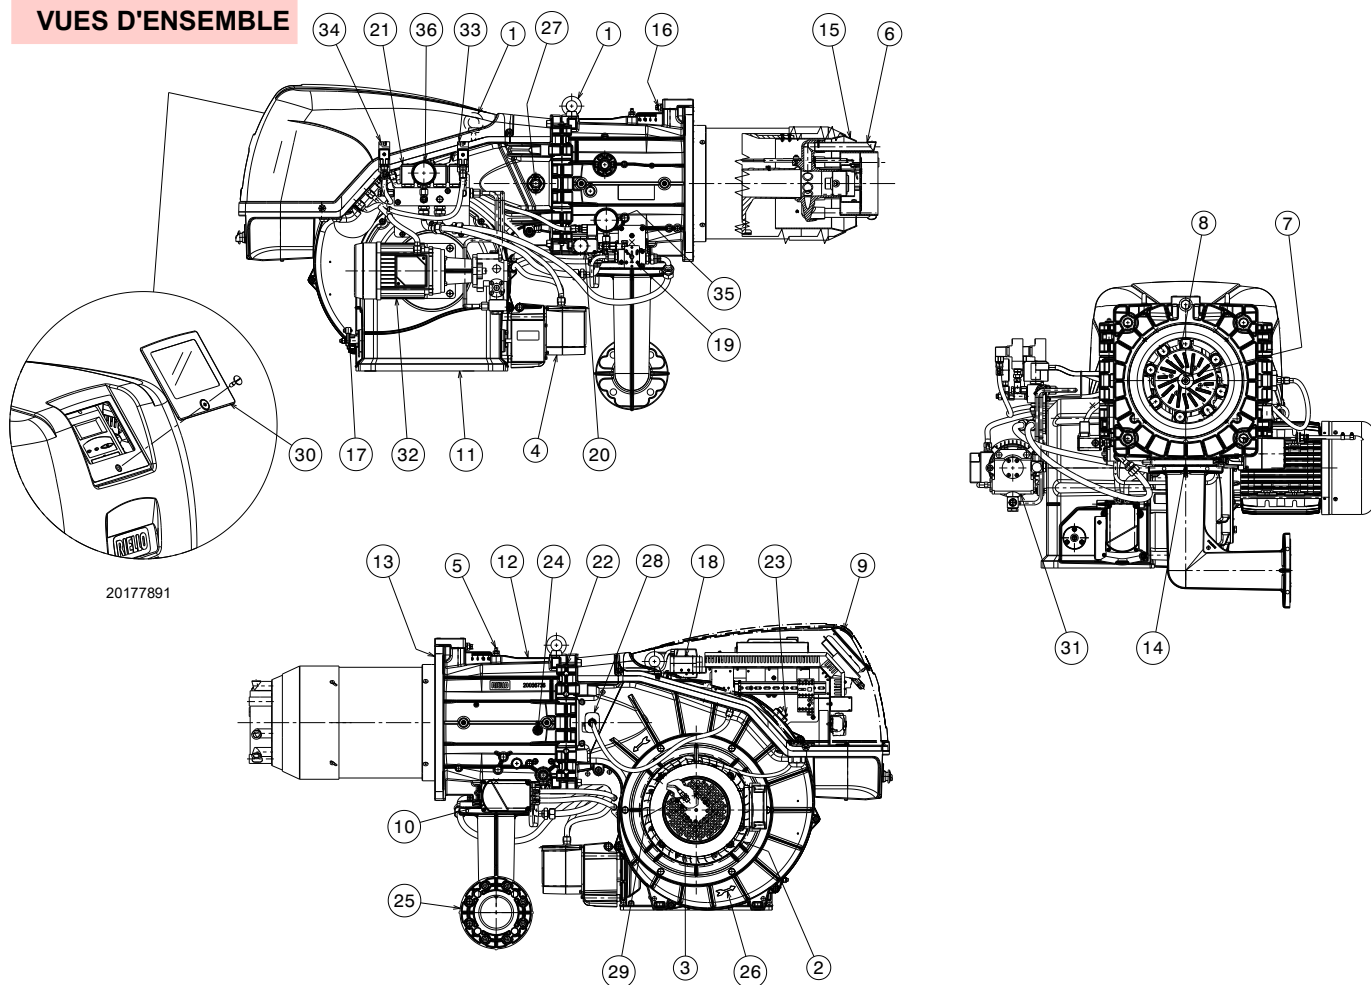

Fig. 5
- (1) Conditions de référence : Température ambiante 20° C - Température du gaz 15° C - Pression barométrique 1 013 mbar - Altitude 0 m s.n.m.
(2) Pression à la prise du pressostat 5)(Fig. 5 à la page 12) avec pression zéro dans la chambre de combustion et à la puissance maximale du brûleur.
(3) Pression sonore mesurée dans le laboratoire de combustion du constructeur, avec le brûleur fonctionnant sur la chaudière d'essai, à la puissance maximale. La Puissance sonore est mesurée selon la méthode « Free Field », prévue par la Norme EN 15036 et la classe de précision « Accuracy » : Category 3 », comme décrit par la Norme EN ISO 3746.